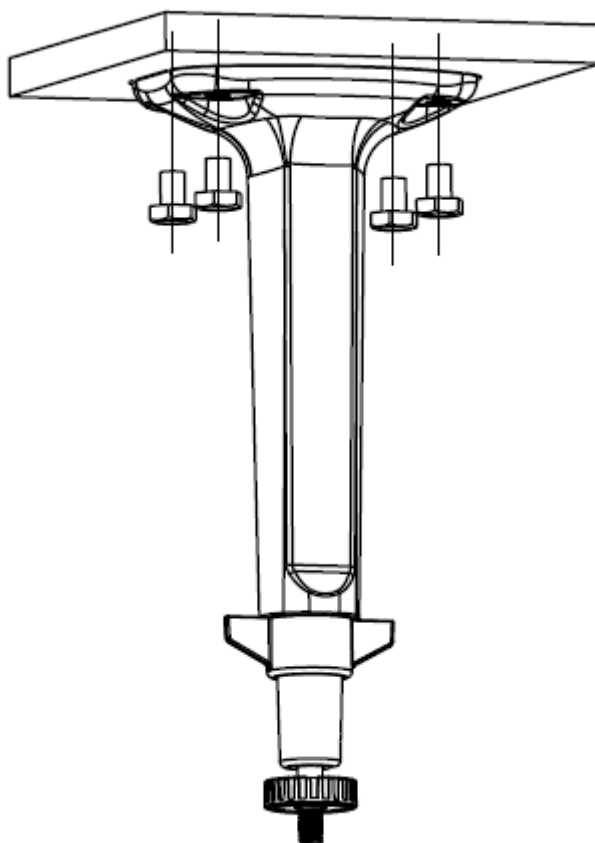

図 2-10 ブラケットの取り付け
2. 図 2-10 に示すように、天井マウントを壁に取り付け、ネジを締めて固定します。